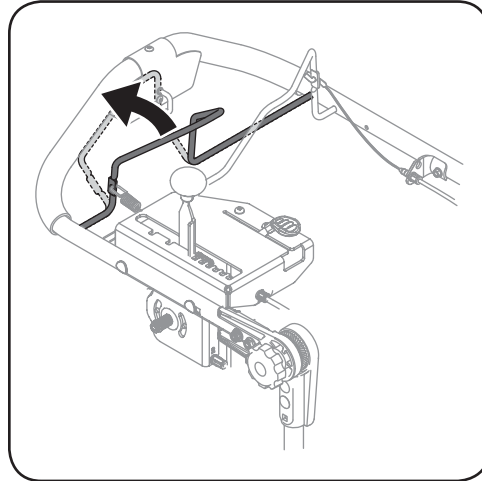

Figure 4-6
2. Pour freiner, appuyez sur la commande de frein qui est située sur le côté droit de la poignée. Voir Figure 4-6.